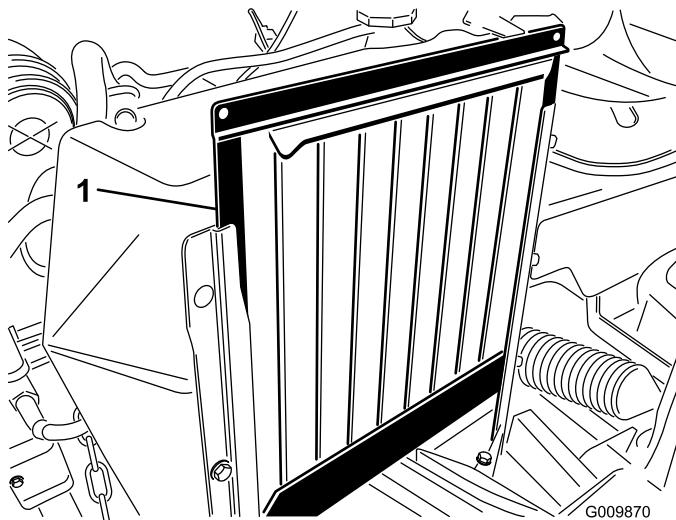

Figure 53
1. Déposez l'écran du radiateur et nettoyez-le (Figure 53).